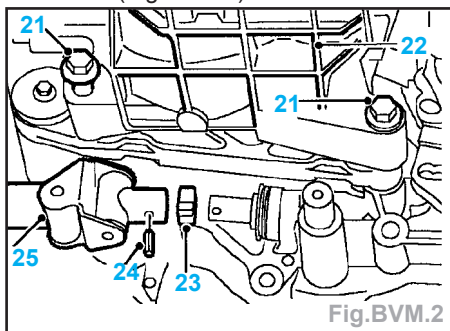

Fig.BVM.2
- Enlever l'attache de retenue (23) de la goupille cylindrique de changement de vitesses (Fig.BVM.2).